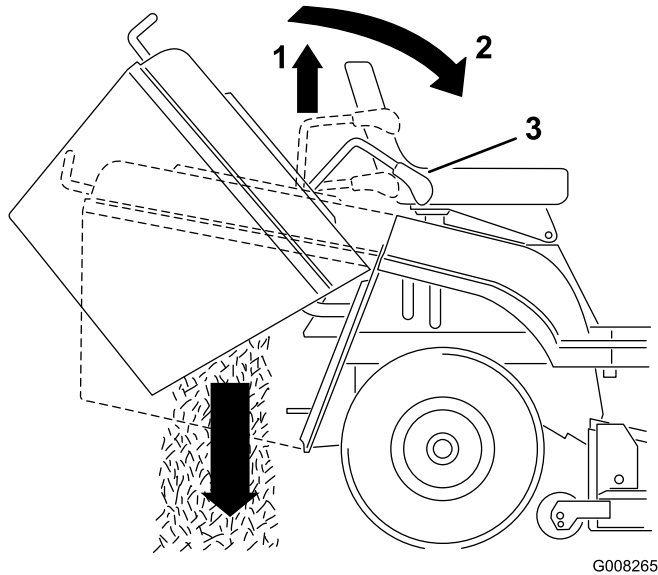

Figura 18
2. Tire de la palanca telescópica de volteo y empújela hacia adelante y hacia abajo para voltear el recogehierbas (Figura 18).